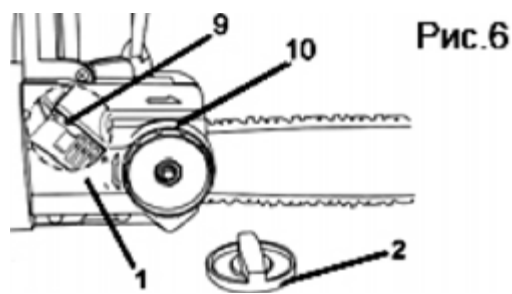

Рис.6
- Точно установите на место крышку (1, Рис. 6) и убедитесь в том, что упорный палец (9, Рис. 6) цепи точно ложится в предусмотренный для него направляющий шлиц в крышке.
- Аккуратно, не допуская сползания цепи с шины, вращайте регулировочный винт шины (10, Рис. 6) по часовой стрелке вплоть до необходимого натяжения цепи.
- Крепко притяните крышку с помощью зажимной ручки (2, Рис. 6). Необходимое натяжение цепи достигается, когда в средней части шины цепь возможно вручную оттянуть от шины на 3-4мм (F).